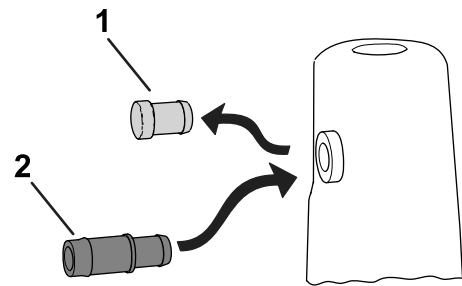

図 4
11. 油圧オイルタンクにプラグが付いている場合はプラグを取り外す 図 4を参照。
12. ゴム製のハトメにジョウゴを取り付ける 図 4。